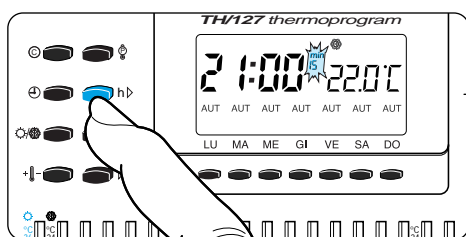

Fig. 34
11.3 - Premere entro 10 secondi il pulsante **h** (fig. 34) per inserire il tempo di ritardo di 15, 30, 45 minuti o annullare l'impostazione effettuata. L'indicazione del ritardo inserito è visualizzato in funzionamento normale durante l'ora in cui il ritardo stesso è stato programmato.